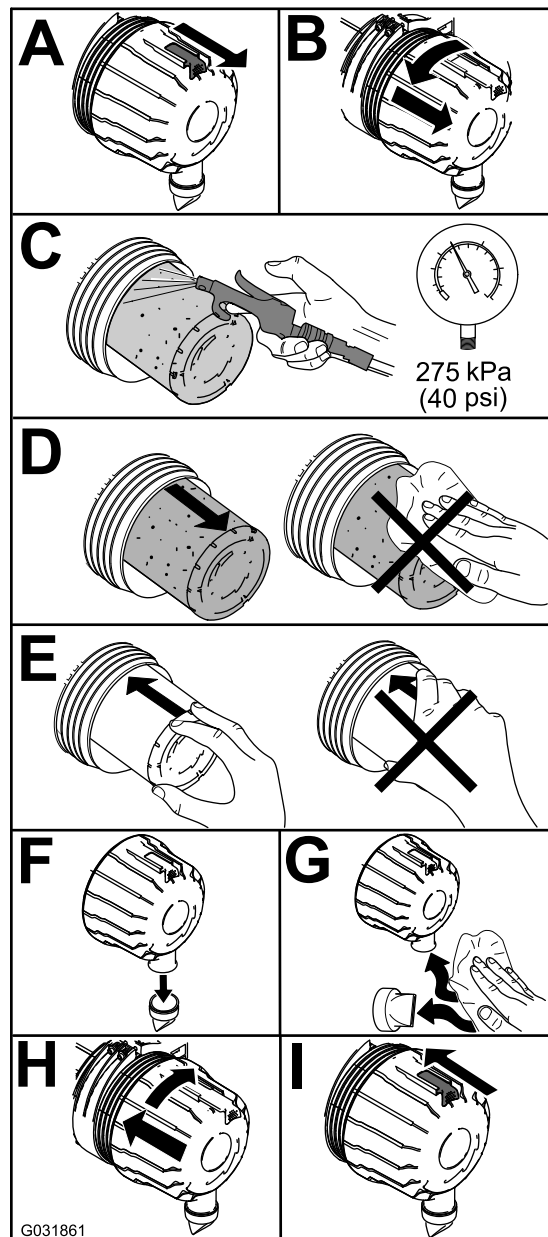

Bild 79
1. Tauschen Sie den Luftfilter aus (Bild 79).